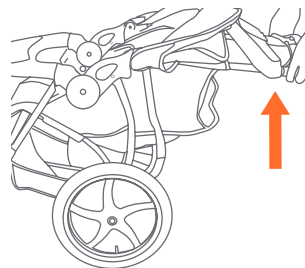

Fig. 23b
- Levante el manubrio del carrito con ambas manos hasta que el armazón del carrito esté erguido y trabado en la posición abierta (Fig. 23b). El carrito tiene pestillos accionados por resorte a ambos lados del armazón. Pruebe que ambos pestillos estén completamente sujetados antes de colocar a su hijo en el carrito.